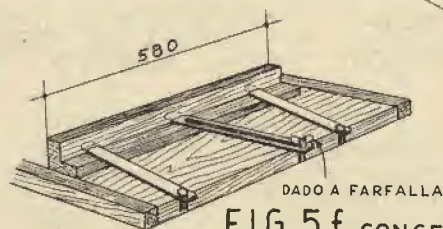

FIG. 5f CONGEGNO
Per completare costruiamo la guida (7) come risulta dalla fig. 5f. La tavoletta legabile (6) che permetterà di sistemare i vari ferri.